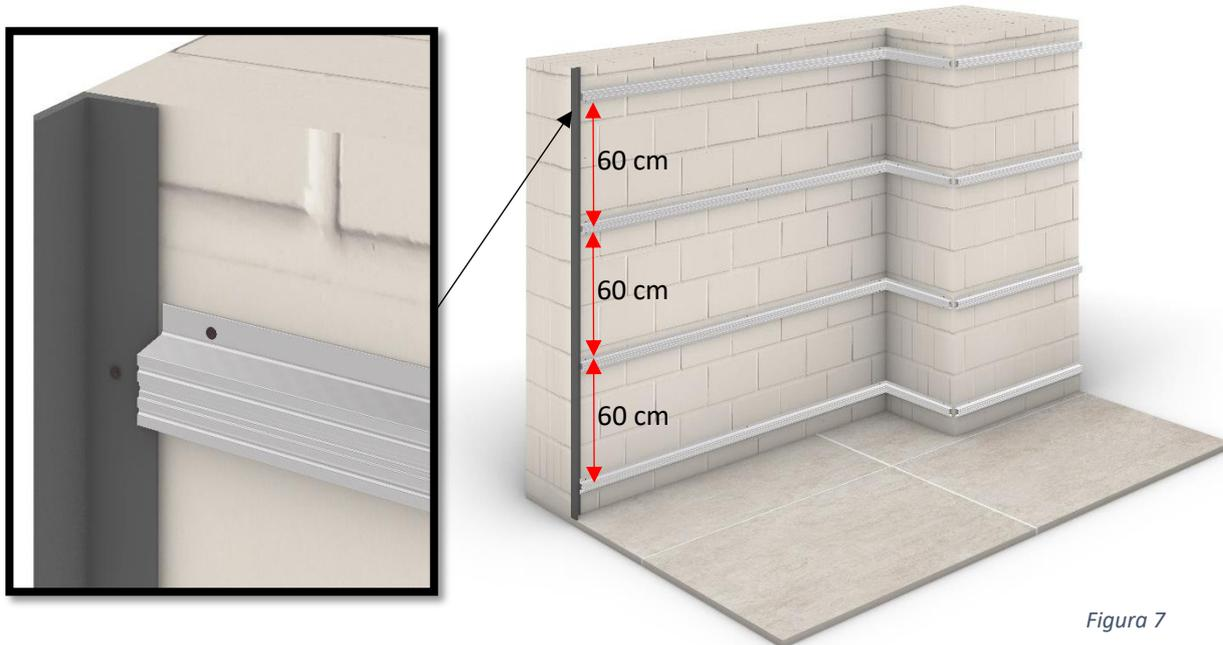

Figura 7
- I. Comece a instalação fixando a cantoneira na parede, com distância de 60 cm entre parafuso, vide figura 7;
- II. Na sequência posicione a viga de alumínio ao lado da cantoneira, vide figura 7;